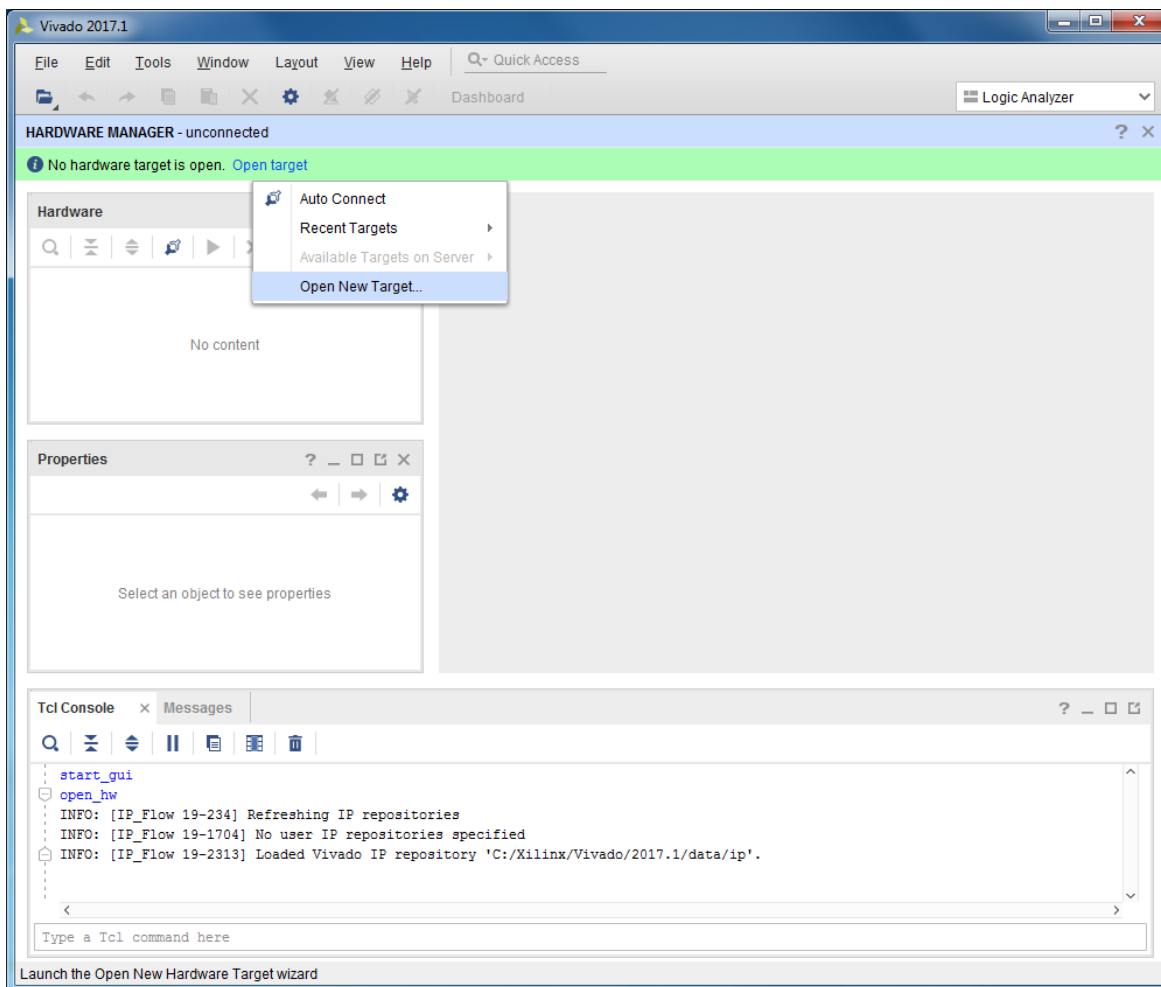

図 13: [Hardware Manager]
5. New Connection ウィザードを開いて、KCU105 ボードの接続を開始します。[Open Target] → [Open New Target] をクリックします (図 13)。